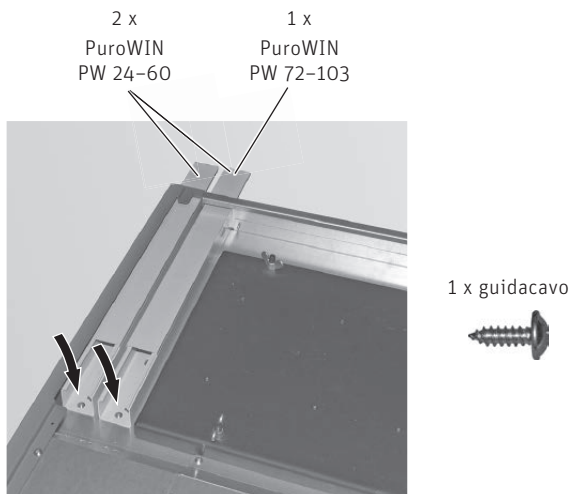
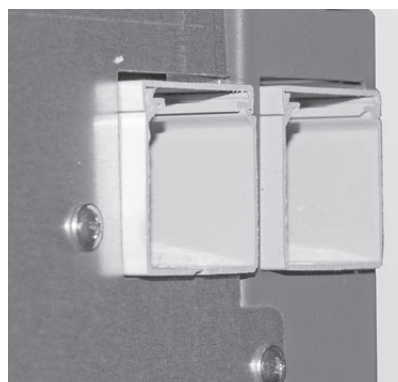

Fig. 82 Fissare i guidacavi
Fig. 83 I guidacavi devono sporgere di circa 5 mm dal retro
- ▶ Fissare i due guidacavi con 1 vite autofilettante ciascuno (Fig. 82), sul retro i guidacavi devono sporgere di circa 5 mm dal rivestimento della parete posteriore – Fig. 83.